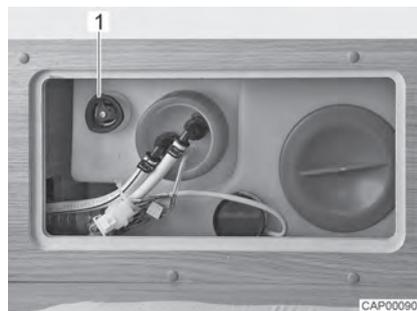

Fig. 107 Serbatoio dell'acqua con maniglia girevole
- Sul serbatoio dell'acqua, ruotare la maniglia girevole (Fig. 107,1) in senso orario fino all'arresto.
- Sul serbatoio dell'acqua, ruotare la maniglia girevole (Fig. 107,1) in senso antiorario fino all'arresto. L'acqua fuoriesce fino a ca. 20 litri.